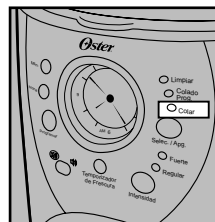

Figura 6
1. Luego de completar los pasos descritos en la sección **Cómo Añadir el Agua y el Café Molido** (p. 6) y teniendo la jarra térmica y el recipiente del filtro fijados en su lugar, encienda la cafetera pulsando una vez el botón SELEC./APG. Se encenderá la luz verde de COLAR indicando que la cafetera está encendida y colando (Figura 6).